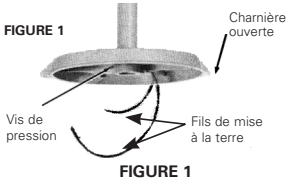

FIGURE 1
• Montage suspendu, conique et sur poteau : visser fermement sur le conduit NPT de taille appropriée. Serrer la vis de pression située dans le manchon de conduit. Voir la Figure 1.